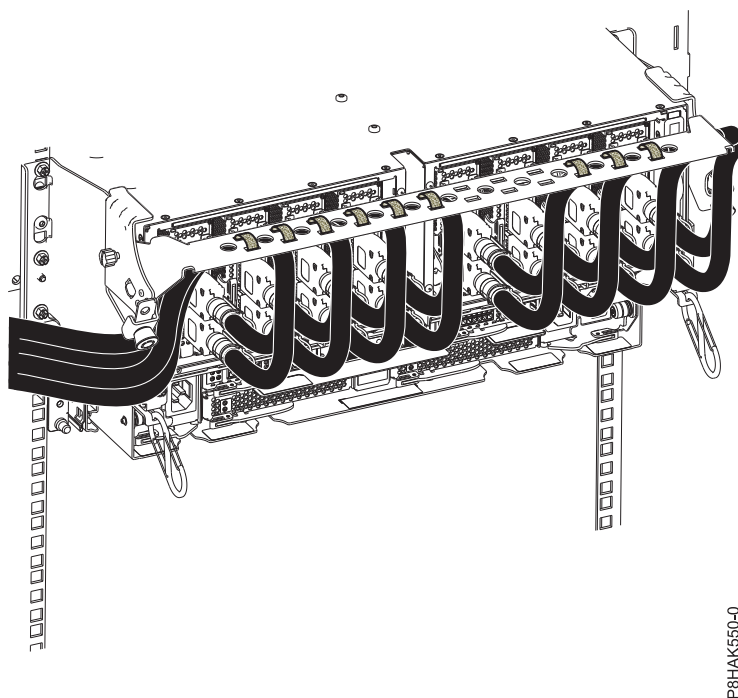

Figura 23. Com fer passar els cables per la peça de subjecció portacables
5. Feu passar el CXP, els cables del calaix d'expansió i els cables d'entrada/sortida (E/S) per la peça de subjecció portacables. Consulteu la Figura 23 a la pàgina 23.
- f. Mitjançant cintes de velcro, feu passar el cable sobrant i la fibra de cable per la peça de subjecció portacables, tal com es mostra a la Figura 23 a la pàgina 23.